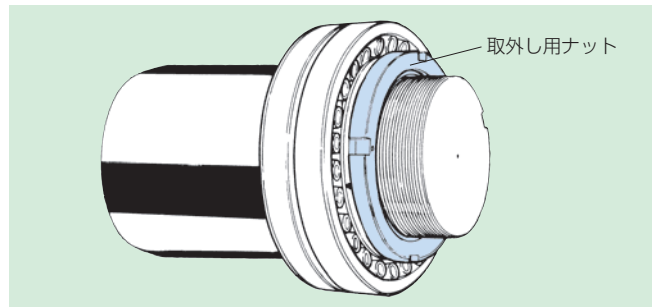

図18
(2) 油圧式取外しスリーブに適合した取外し用ナットを用意し、油圧式取外しスリーブのねじに取付けます（図18参照）。